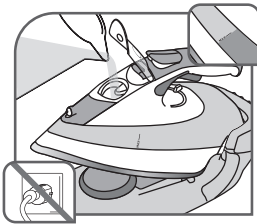

Fig.5
- Umpleți rezervorul până la reperul “MAX” – **fig.5**.